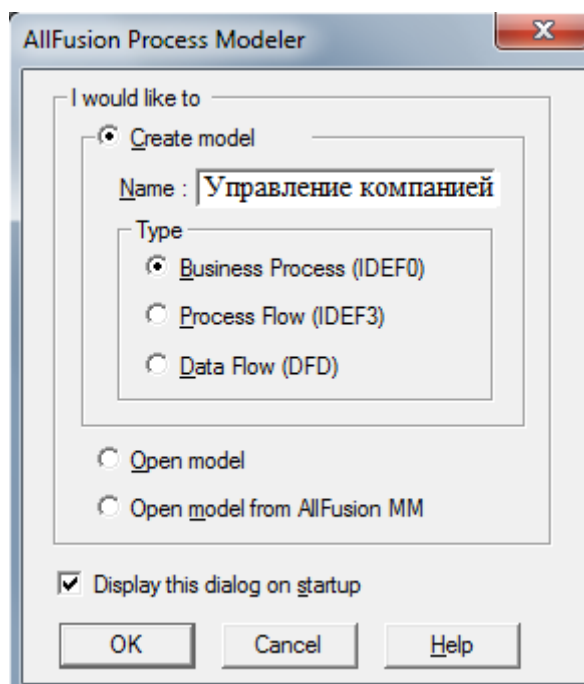

Рисунок 1.1 – Выбор имени и нотации модели
3. Щелкните по кнопке . Появляется диалоговое окно (рисунок 1.1). Внесите в текстовое поле **Name** имя модели "Управление компанией" и выберите Type: Business Process (IDEF0). Нажмите кнопку OK.